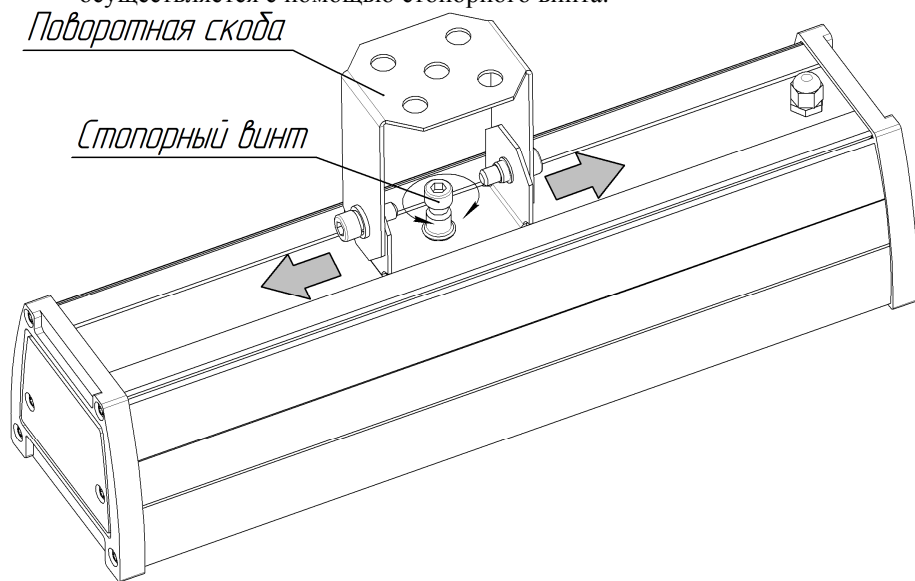

Рис. 1
1) Отрегулировать положение поворотной скобы на светильнике (Рис. 1). Минимальное рекомендуемое расстояние от краев светильника до поворотной скобы 50 мм. Фиксация положения поворотной скобы осуществляется с помощью стопорного винта.